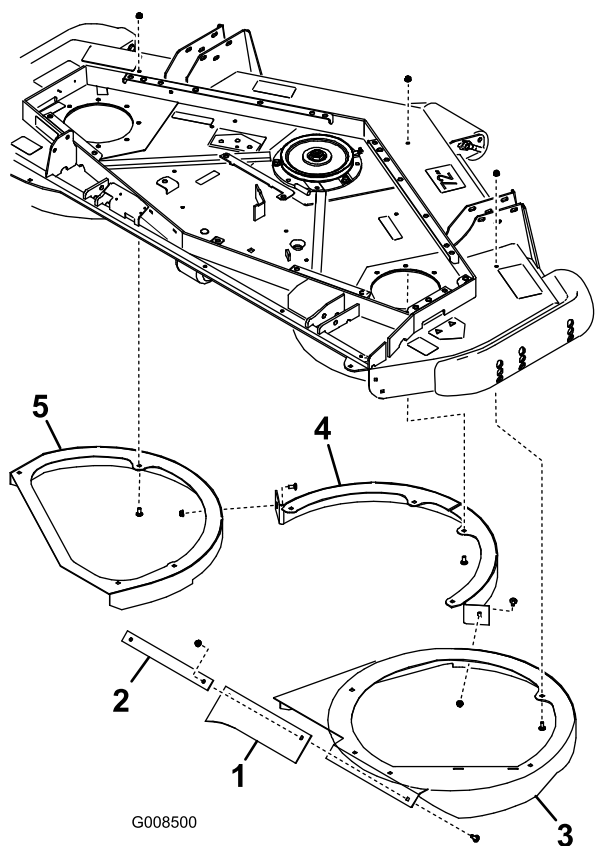

図 10
3. 右外側フラップと外側ストラップは、右側チェンバに取り付け済みである（図 10）。
- デッキの下側にデッキチェンバを仮止めする；5/16 x 3/4インチのキャリッジボルトとフランジナット 13 組を使用。ボルトは、頭がデッキの内側にくるように取り付けること。チェンバは 図 10 のように組み付ける。
- 中央のチェンバに、左右のチェンバを仮止めする；5/16 x 3/4 インチのキャリッジボルト 2 本とフランジナットを使用する（図 10）。